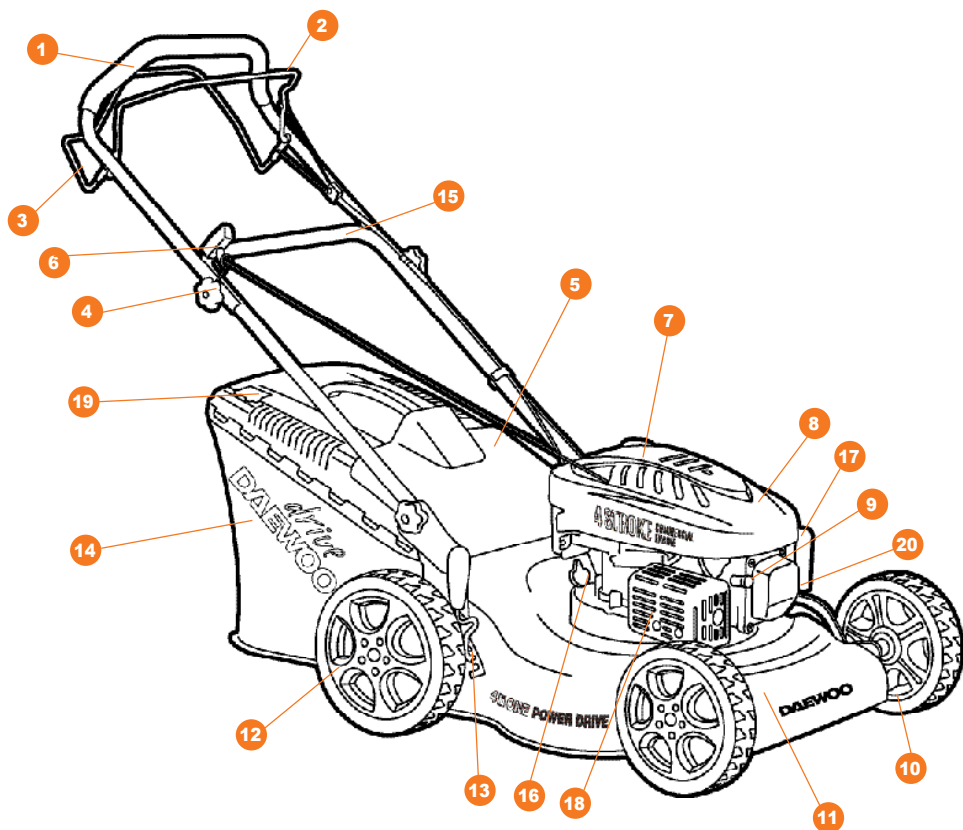

Рис.1
2. Залейте необходимый уровень топлива, в заливную горловину топливного бака **7** (Рис.1). Используйте неэтилированный бензин с октановым числом выше 90